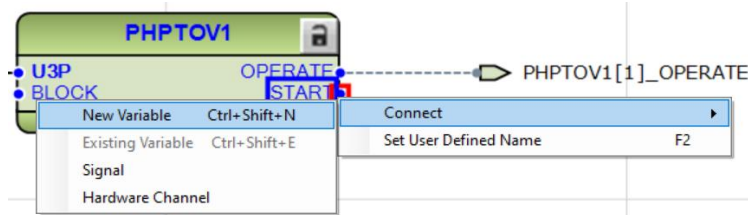

Imagen 260_Conexión de una nueva variable para el puerto de salida START del bloque PHPTOV1.
4.1.33 Ahora para la segunda salida de “START”, de igual manera daremos clic derecho y seleccionamos “Connect - New Variable” como se observa en la **Imagen 260**.